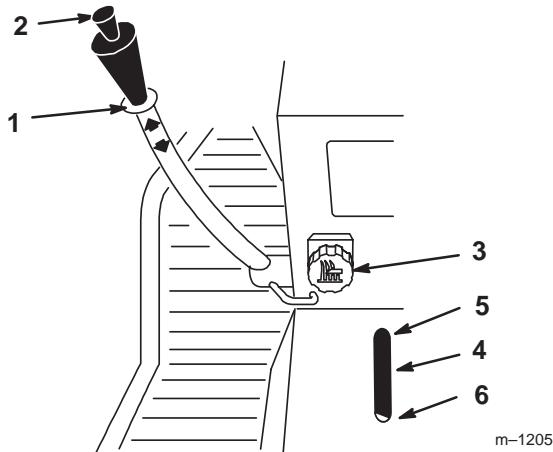

Bild 14
Mit dem Zubehörhubhebel (Bild 14) heben und senken Sie diverse Zubehörgeräte.
Mit dem Höheneinstellrad (Bild 14) lässt sich die Bewegung der montierten Geräte einschränken. Das Höheneinstellrad wird zum Verändern der Position, d.h. auf oder ab gedreht.
1. Heben Sie den Gerätehubhebel an, siehe Anheben von Geräten auf Seite 12. In der angehobenen Stellung lässt sich das Höheneinstellrad (Bild 14) zum Verändern der Anschlagposition drehen. Drehen Sie das Rad im Uhrzeigersinn, um die Gerätehöhe anzuheben und entgegen dem Uhrzeigersinn, um sie zu reduzieren.
2. Die Veränderung der eingestellten Höhe wird von der Höheneinstellanzeige angegeben (Bild 14).